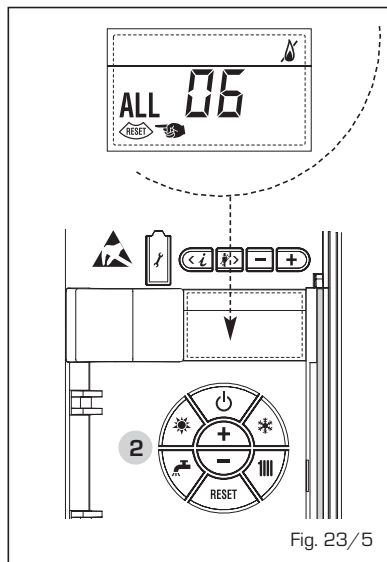

Fig. 23/5
**- ANOMALIA TERMÓSTATO SEGURANÇA/DE LIMITE "ALL 07" (fig. 23/6)**